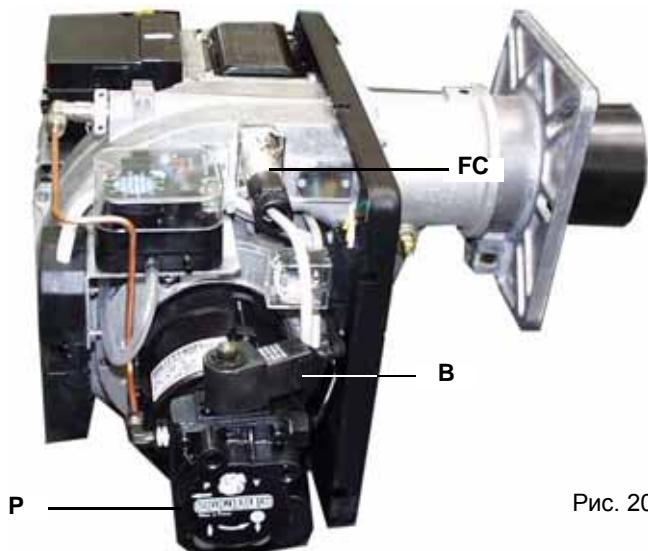

Рис. 20
- 2) вынуть соединительный разъем катушки **B** на насосе **P** (Рис. 20), во избежание нежелательного попадания дизельного топлива в камеру сгорания;
- 4) вынуть фоторезистор **FC** (Рис. 20) и осветить его;
- 5) выпустить воздух через штуцер манометра **M** насоса (**P**), расслабив слегка заглушку, но не снимая ее (Рис. 20).